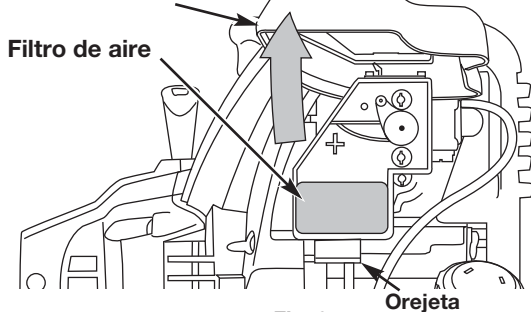

Fig. 24
1. Abra la tapa del filtro de aire. Empuje hacia adentro la lengüeta que está en lado inferior de la tapa. Después hale hacia afuera y arriba la tapa del filtro de aire. (Fig. 24).
2. Retire el filtro de aire (Fig. 24).
6. Vuelva a colocar el filtro (Fig. 24).